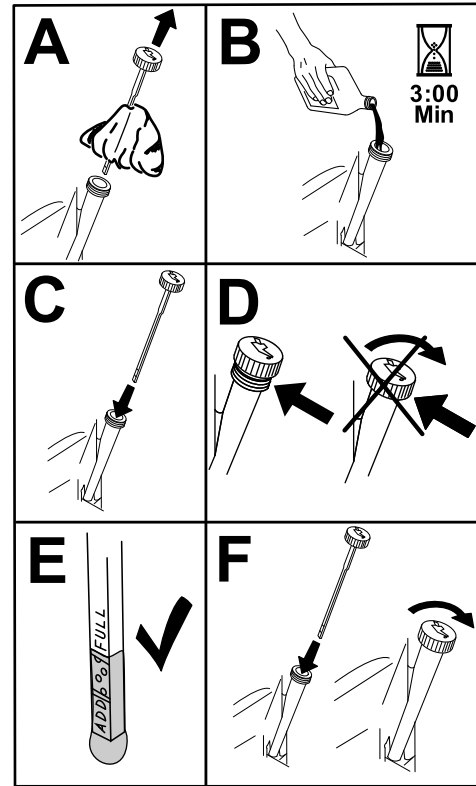

Figura 46
6. Vierta lentamente un 80% aproximadamente del aceite especificado por el tubo de llenado, luego añada lentamente el resto del aceite hasta que llegue a la marca de Lleno (Figura 46).